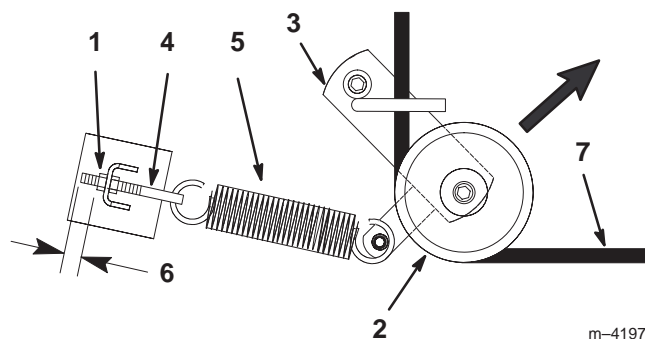

Figura 44
6. Tire de la polea tensora en el sentido que muestra la Figura 44 y retire la correa de las poleas.
8. Tire de la polea tensora en el sentido que muestra la Figura 44 y pase la correa por las otras poleas (Fig. 45).